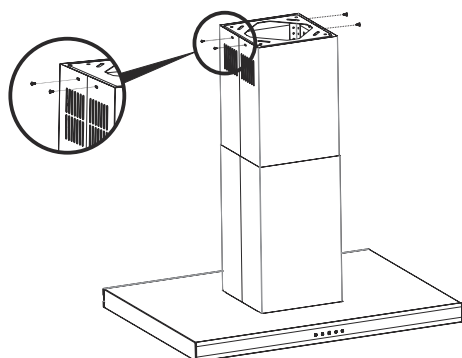

Fig. 14
- Lyft nu den invändiga skostenen upp mot luftlans och skruva fast den via 4 stk 3,5 x 9,5 (svart till svarta fläktas och nickel till vita och stål fläktar) skruvar för att fastmontera (Fig. 14).